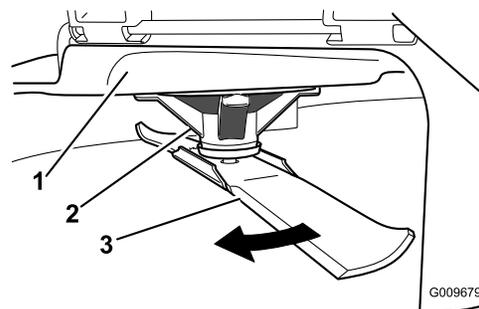

Figura 62
2. Con guantes de acolchado grueso u otro tipo de protección apropiada para las manos, gire lentamente la cuchilla que se va a medir hasta una posición que permita medir eficazmente la distancia entre el filo de corte y la superficie nivelada en la que descansa la máquina (Figura 62).